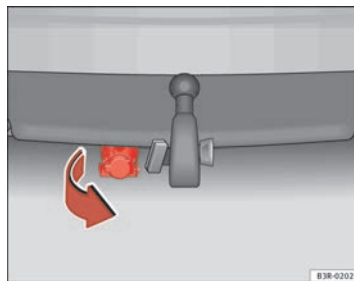

Fig. 169 Parachoques trasero: Pivotar hacia abajo la toma de corriente para el remolque
- Bascule hacia abajo la toma de corriente que se encuentra bajo el parachoques para conectar los cables del remolque ⇒ página 217, fig. 169.